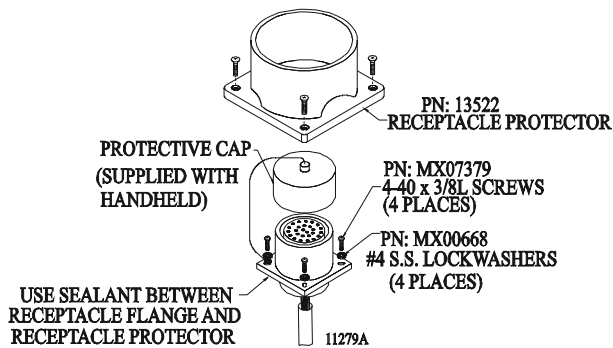

Abbildung 15: Steckbuchsenkappe
- Wenn die Steckbuchse nicht vom Handgerät verwendet wird, ist die an einer Kette befestigte Schutzkappe aufzusetzen (siehe Abbildung 15:).
- Wenn die Steckbuchse auf dem Deck oder an einem ungeschützten Bereich der Schottwand installiert werden soll, wird ein Steckbuchsenkappe empfohlen. Siehe Abbildung 15:.